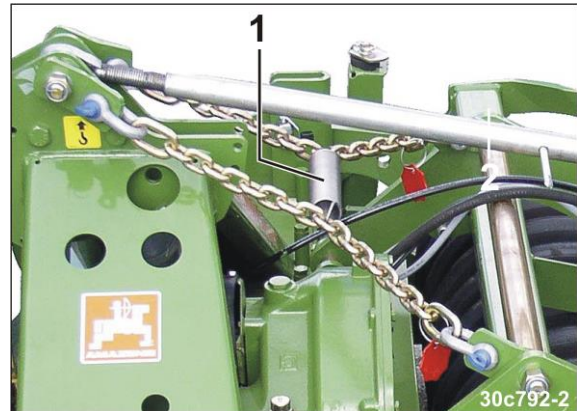

Fig. 80
6. Relier les chaînes avec un ressort de traction (Fig. 80/1). A l'état détendu, les chaînes ne doivent pas toucher le haut de l'outil de préparation du sol.